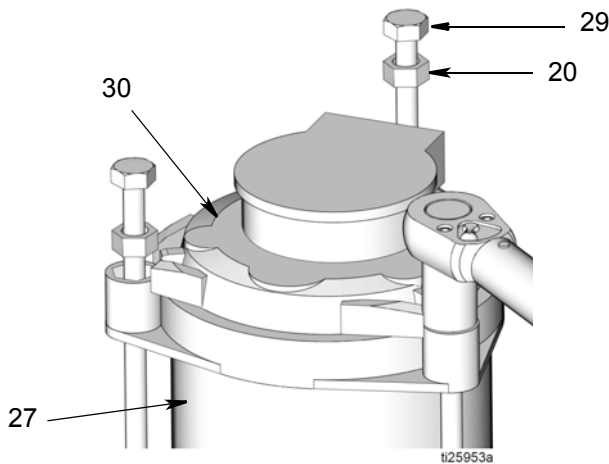

FIG. 14
9. Utiliser une clé pour retirer les tirants (29). Desserrer les tirants suivant une séquence diagonale, en prenant soin de desserrer chaque tirant progressivement jusqu'à ce que tous les tirants soient complètement desserrés. Déposer les tirants (29) et les entretoises (20). Voir FIG. 14.
10. Déposer le couvercle (30) du réservoir (27) (FIG. 14).